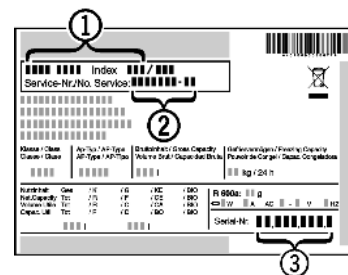

Fig. 28
- ▶ Apparaataanduiding *Fig. 28 (1)*, service-nr. *Fig. 28 (2)* en serie-nr. *Fig. 28 (3)* van het typeplaatje aflezen. Het typeplaatje bevindt zich aan de linkerkant binnen in het apparaat.
- ▶ Contact opnemen met de Technische Dienst en het probleem, apparaataanduiding *Fig. 28 (1)*, service-nr. *Fig. 28 (2)* en serie-nr. *Fig. 28 (3)* mededelen.